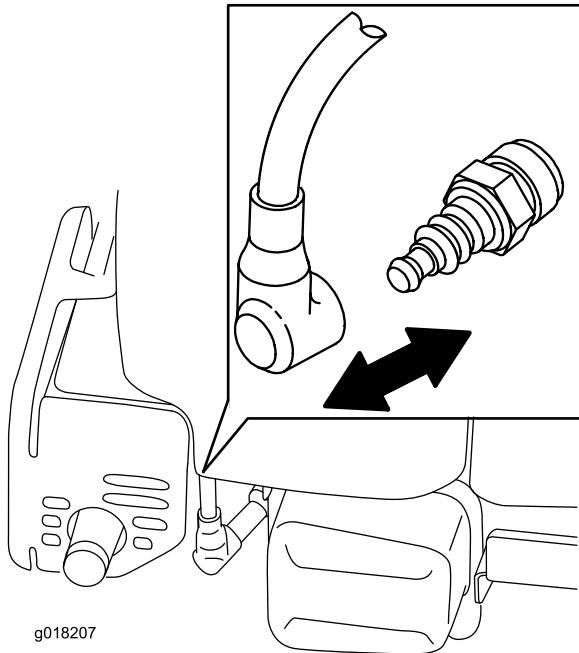

Figura 15
- Desligue o fio da vela da ignição da vela da ignição (Figura 15) antes de executar qualquer procedimento de manutenção.